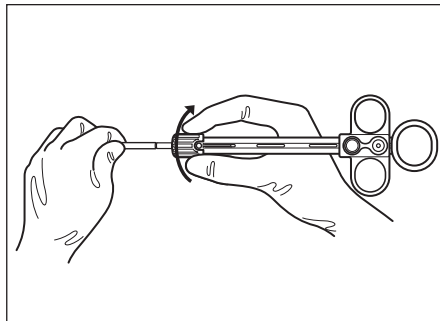

図 3.10
10. チャックアダプタの先端部を操作部の先端から突き当たるまで挿入し、その状態で固定つまみ（緑）を反時計方向へクリックがあるまで回してロックします。（図 3.10 参照）